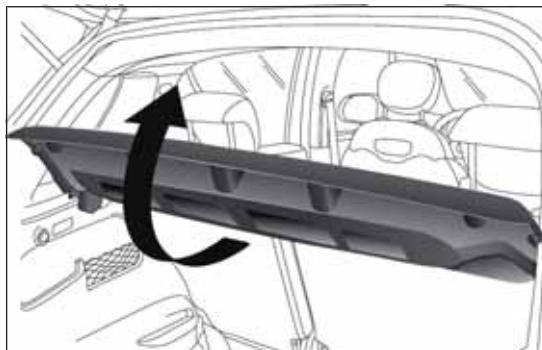

fig. 85
- sollevare la parte posteriore della cappelliera, agendo come illustrato in fig. 85;